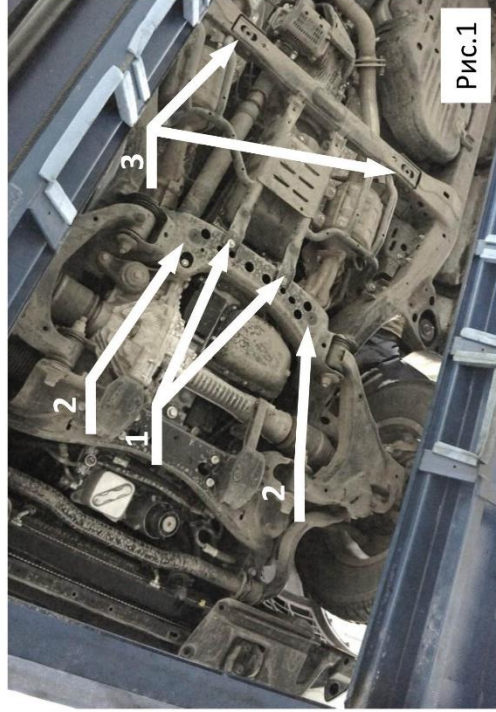

Рис.1
2. Вывернуть штатные болты (рис.1 позиция 1) и ввернуть на 2-3 оборота в каждое отв. болт M10x1.25x50+гровер 10+ три усиленные шайбы 10 +эластичные шайбы, как показано на схеме.
3. Ввернуть на 2-3 оборота болты M8x50 +гроверы 8 +усиленные шайбы 8 +эластичные шайбы (рис.1 позиция 2) из комплекта крепежа в штатные точки крепления, как показано на схеме.
5. Установить закладные планки ABC.05.01.000.007 в отверстия балки. (рис.1 позиция 3)